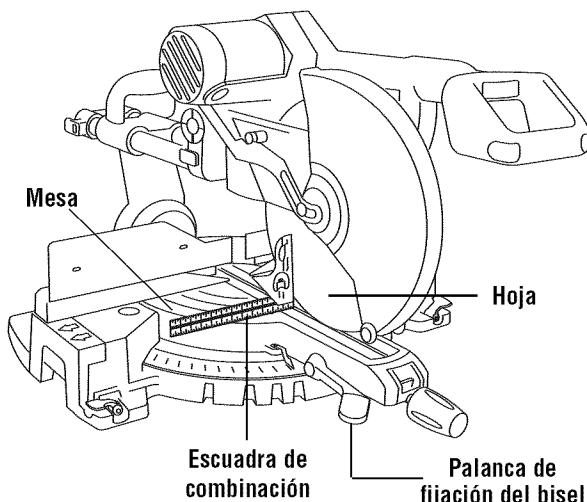

Figura 5. Hoja en ángulo recto con la mesa
- Baje la hoja y acople el pasador de fijación. Use una escuadra de combinación para comprobar la perpendicularidad de la hoja respecto a la mesa. Coloque la escuadra sobre la mesa y presiónela contra la hoja. Si la hoja no hace contacto con toda la longitud de la escuadra (Figura 5), siga el procedimiento de alineación.
- Coloque la escuadra de combinación sobre la mesa, apoyada contra el tope-guía (vea la Figura 5).
Use una cabeza de la escuadra de combinación para comprobar la posición de la hoja en el tope de 45°. Ponga la cabeza de la escuadra sobre la mesa y oprima su cara de 45° contra la hoja. Si la hoja no toca toda la cara de la escuadra (Figura 5), efectúe el procedimiento de alineamiento.